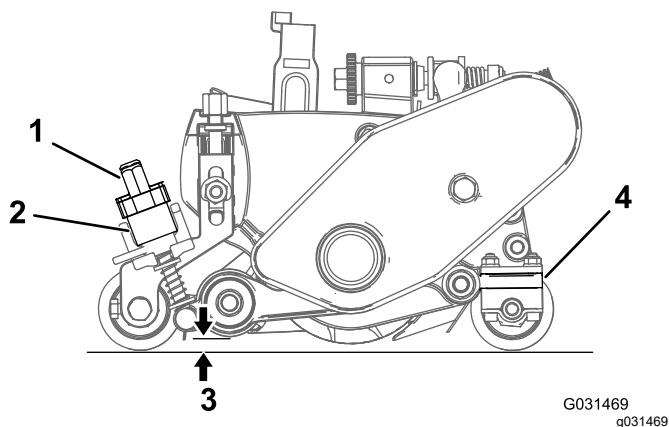

Рисунок 28
2. Поверните рычаги быстрого подъема (Рисунок 28) в РАБОЧЕЕ положение (рукоятка направлена в сторону передней части режущего блока).
- С одного конца механической щетки измерьте расстояние от самого нижнего конца ножа механической щетки до рабочей поверхности (Рисунок 28). Поворачивая ручку регулировки высоты, поднимите или опустите конец ножа механической щетки на требуемую высоту. (Рисунок 28).